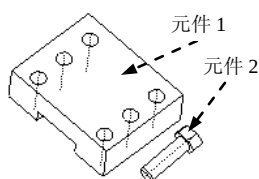
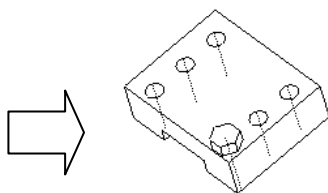
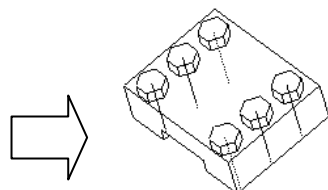

图 7.5.1 装配前
图 7.5.2 装配后
图 7.5.3 元件阵列
如图 7.5.1、图 7.5.2、图 7.5.3 所示, 元件“参照阵列”是以装配体中某一零件中的特征阵列为参照, 来进行元件的阵列。图 7.5.3 中的六个阵列螺钉, 是参照装配体中元件 1 上的六个阵列孔来进行创建的, 所以在创建“参照阵列”之前, 应提前在装配体的某一零件中创建参照特征的阵列。
例如: 在图 7.5.3 所示的例子中, 如果已使用“参照阵列”选项创建了六个螺钉阵列, 则可以再一次使用“参照阵列”命令将螺母阵列装配到螺钉上。
Step3. 在阵列操控板 (如图 7.5.6 所示) 的阵列类型框中选取 参照, 单击“完成”按钮 。此时, 系统便自动参照元件 1 中的孔的阵列, 创建图 7.5.3 所示的元件阵列。如果修改阵列中的某一个元件, 则系统就会像在特征阵列中一样修改每一个元件。